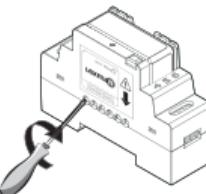

figure 3
4. Przykręcić 6 śrub odbiornika, aby połączyć oba elementy (patrz rysunek 3).
4. Tighten the 6 screws of the receiver to fix the two elements together (see figure 3).